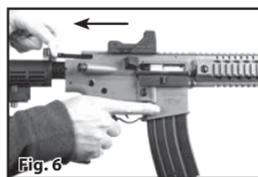

Fig. 6
- Puxe a alavanca de armar completamente para trás, e de volta para a frente (Fig. 6).